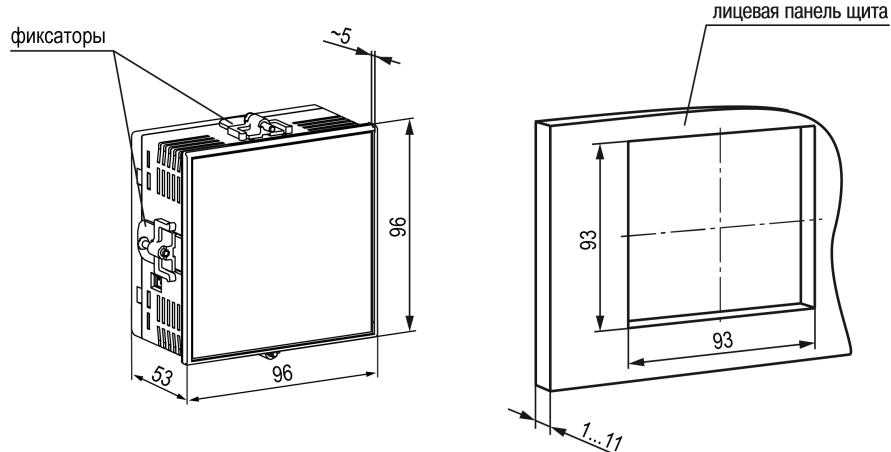

Рисунок 4.2 – Габаритные размеры корпуса Щ1 и монтажного отверстия в щите
- Подготовить в щите управления монтажный вырез для установки прибора (см. рисунок 4.2).